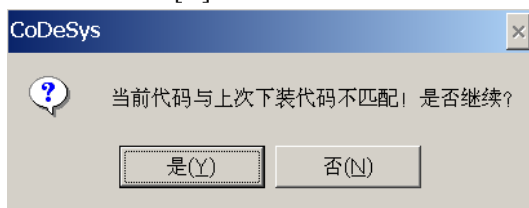

图 3-2-19 创建启动工程
- 在线[O]/创建启动工程[C]: 将下装到 PLC 中的工程作为 PLC 运行的默认工程。所谓启动工程, 是指保存在 PLC 的 flash 中且上电后可以运行的用户程序。如果创建启动工程的代码与上次下装的代码不同, 系统会给出相应提示: “当前代码与上次下装代码不匹配! 是否继续?”, 如图 3-2-19 所示。一般情况选择“是”, 从而创建启动工程。在离线模式下, 将会产生*.ri 文件。